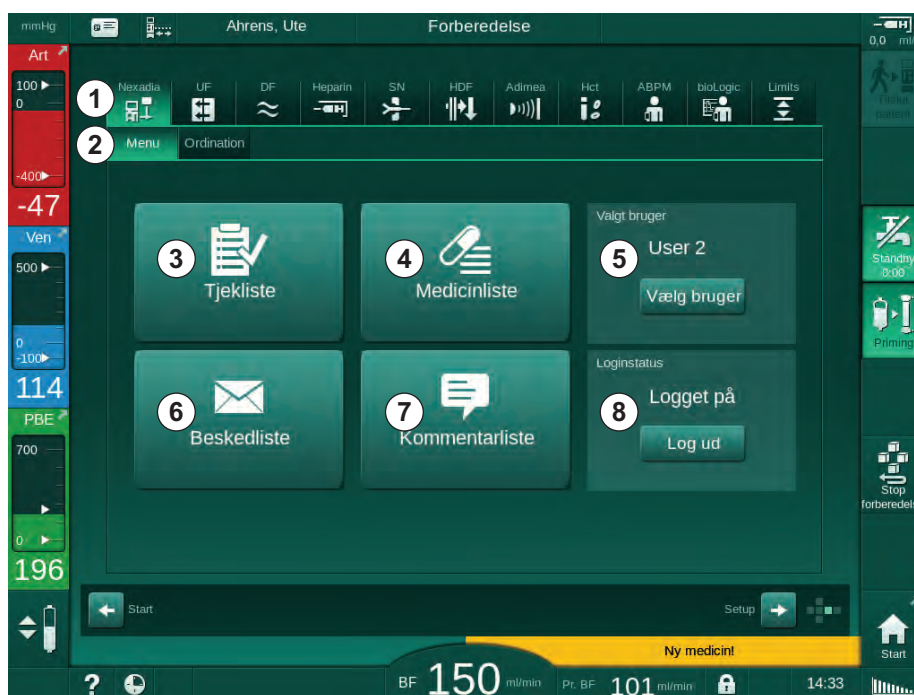

Fig. 11-36 Nexadia-menu på skærmen *Input*
Når du bruger Nexadia, er maskinen i stand til at sende og/eller modtage information (f.eks. beskeder, kommentarer og lister) mellem maskinen og dataserveren. Der er også et brugervalg. Disse funktioner håndteres i Nexadia-menuen. Denne menu åbnes ved at trykke på *Nexadia*-ikonet (Fig. 11-36, ①) og *Menu*-knappen ② på skærmen *Input*.
1. Tryk på *Vælg bruger* i menuen Nexadia (Fig. 11-36 Nexadia-menu på skærmen Input (304), ⑤).
1. Tryk på ikonet *Kommentarliste* i Nexadia-menuen (Fig. 11-36 Nexadia-menu på skærmen Input (304), ⑦).
1. Tryk på ikonet *Tjekliste* i Nexadia-menuen (Fig. 11-36 Nexadia-menu på skærmen Input (304), ③).
1. Tryk på ikonet *Medicinliste* i Nexadia-menuen (Fig. 11-36 Nexadia-menu på skærmen Input (304), ④).
1. Tryk på ikonet *Meddelelsesliste* i Nexadia-menuen (Fig. 11-36 Nexadia-menu på skærmen Input (304), ⑥).